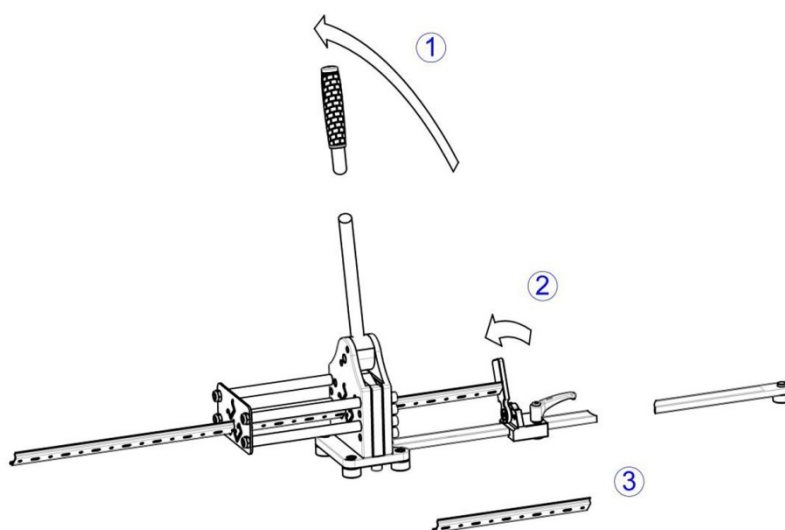

Imagen 8: Extracción del carril soporte
- Para retirar el carril soporte cortado mover la palanca manual hacia atrás hasta su posición original (imagen 8, pos. 1).
- Según la longitud de la pieza, en caso necesario, girar la tapa tope hacia un lado (imagen 8, pos. 2) y a continuación extraer el perfil.